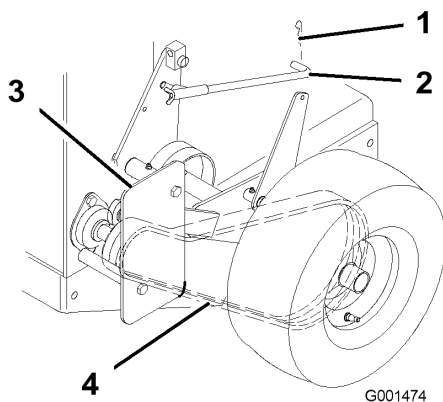

Figura 36
1. Retire el pasador de horquilla que sujeta la varilla del freno al brazo del freno para aliviar la tensión en la polea tensora de la correa (Figura 36).
2. Retire el perno inferior y afloje los pernos superiores del protector para poder girarlo y facilitar el acceso a la correa (Figura 36).
3. Eleve la correa, desacópela de la polea tensora y retírela de la polea de transmisión (Figura 36).
6. Sujete el deflector con los pernos retirados anteriormente, y apriete los pernos (Figura 36).
7. Sujete la varilla del freno al brazo del freno con un pasador de horquilla (Figura 36).